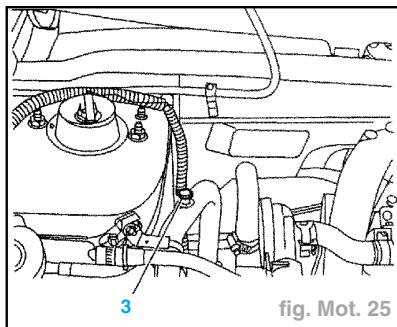

fig. Mot. 25
- Ouvrir la vis de purge (3) (fig. Mot. 25).